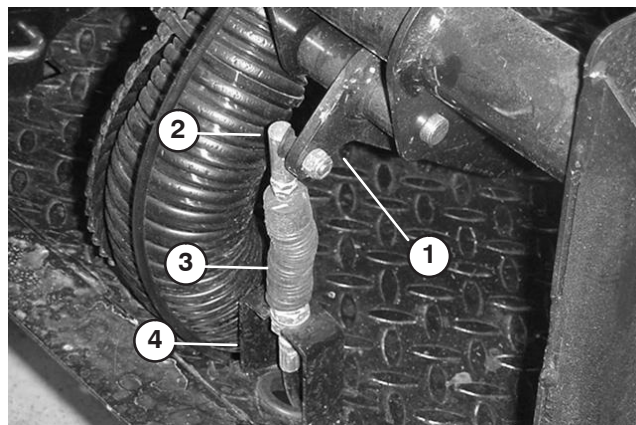

Figure 62
1. Retirez l'écrou qui fixe l'extrémité rotule de câble d'embrayage au pivot de la pédale d'embrayage (Fig. 62).